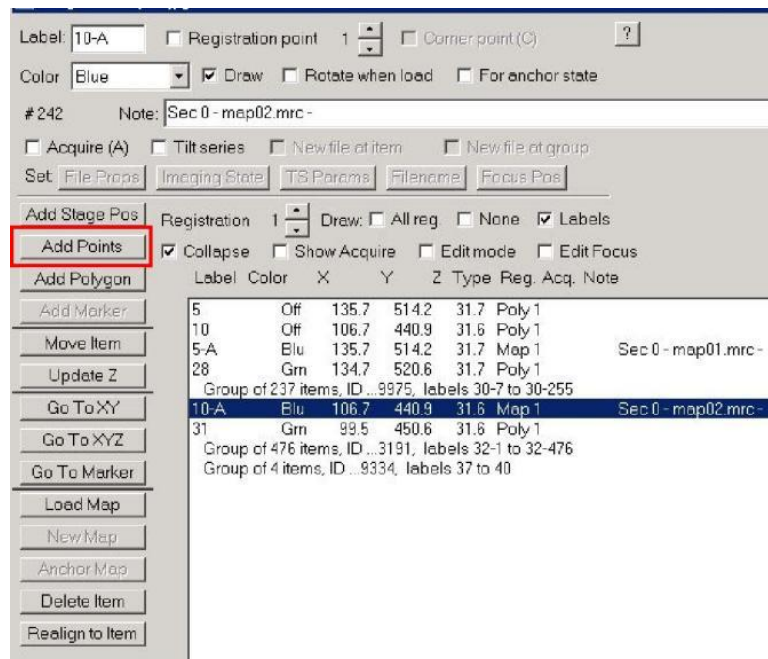

图 29
**5.3 手动加 hole:** 选孔结束后，软件会自动加 A 标识拍照，选好 Hole 的 map 如图 29 所示。其中会有部分 Hole 因污染太大未选中，少量 Hole 会因为不标准而未选中，可以手动继续加点，点击 Add Points，加完未选中的点后点击 stop adding，手动加的 hole，需要再手动加 A。